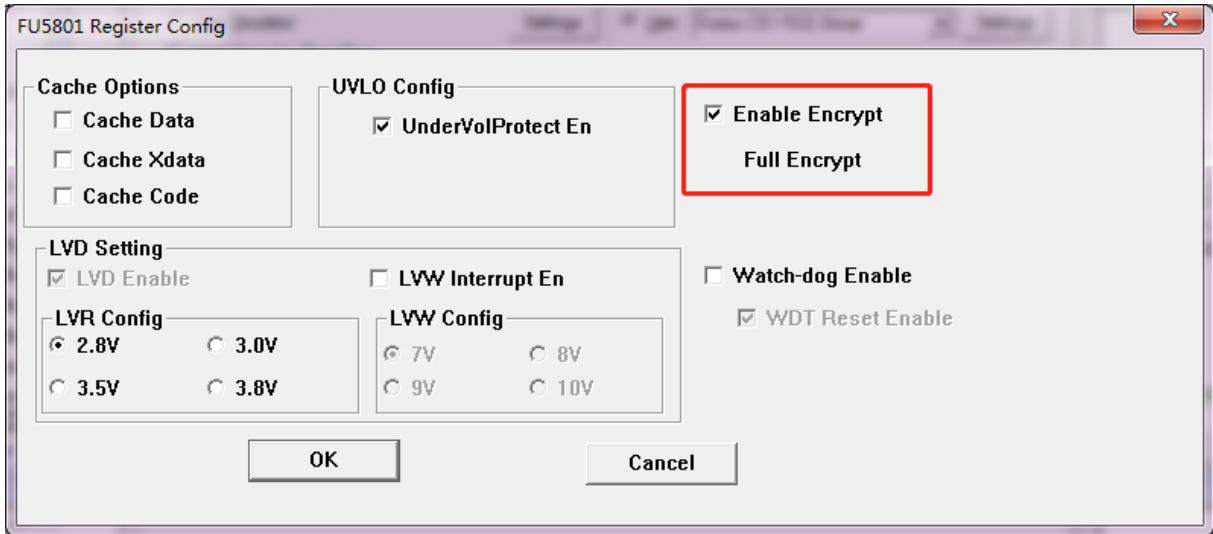

图 25-2 代码保护全保护模式
2. 按照图 25-2 所示进行选择并设置，点击 OK。然后编译工程并下载，得到 BIN 文件并烧录到 Flash 后即可达到代码保护的效果。